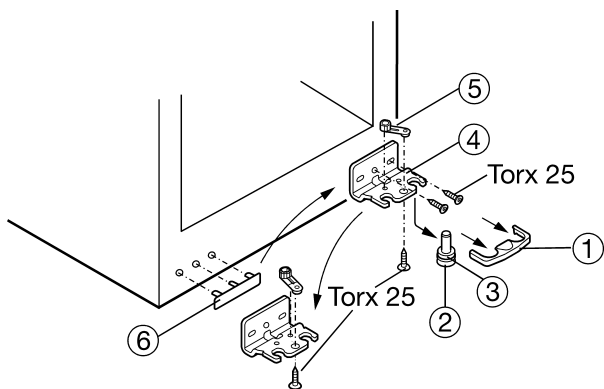

Fig. 4
- ▶ Trekk dekselet Fig. 4 (1) ned og av forover.
- ▶ Skyv lagerbolten Fig. 4 (2) ned og trekk den ut foran. Ta hensyn til hengsellaget Fig. 4 (3).
- ▶ Skru av lagerbukken Fig. 4 (4).
- ▶ Skru av lageret Fig. 4 (5) og sett det inn i boringen på den andre siden, skru det fast igjen.
- ▶ Løft forsiktig av dekselet Fig. 4 (6) på håndtakssiden og flytt det over til den andre siden.
- ▶ Skru lagerbukken Fig. 4 (4) ev. med trådløs skrumaskin på igjen på den andre hengselsiden gjennom det ytre langhullet og rundhullet.
- ▶ Sett lagerbolten Fig. 4 (2) med hengsellaget Fig. 4 (3) inn i lagerbukken og dørlageret igjen.
- ▶ Juster ev. døren over begge langhullene i lagerbukken *Fig. 4 (4)* til den er i flukt med enhetens kabinett, deretter trekkes skruene fast til.
- ▶ Klikk dekselet *Fig. 4 (1)* på igjen.